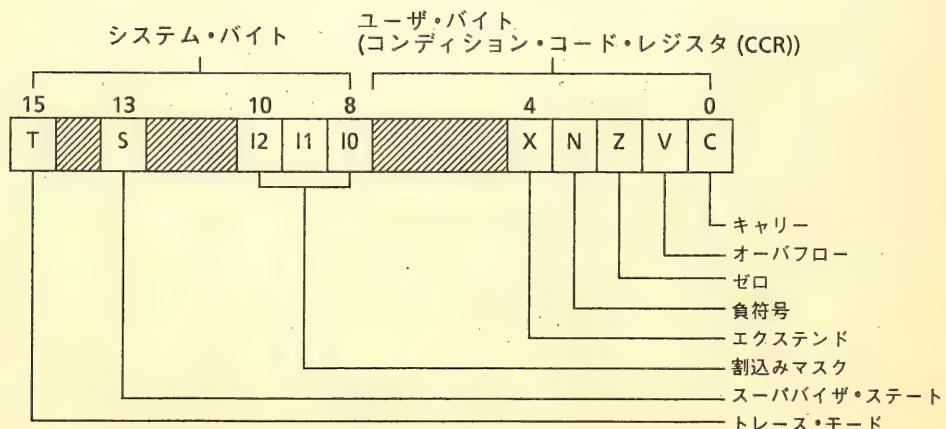

図1.4 ステータス・レジスタ
ステータス・レジスタ(図1.4)には、エクステンド(X), 負符号(N), ゼロ(Z), オーバフロー(V) キャリー(C)の各フラグの他に割込みマスク・ビット(8レベル可能)が含まれています。この他、ステータス・ビットとしてトレース・モード(T)およびスーパーバイザ・ステート(S)の各ビットがあります。